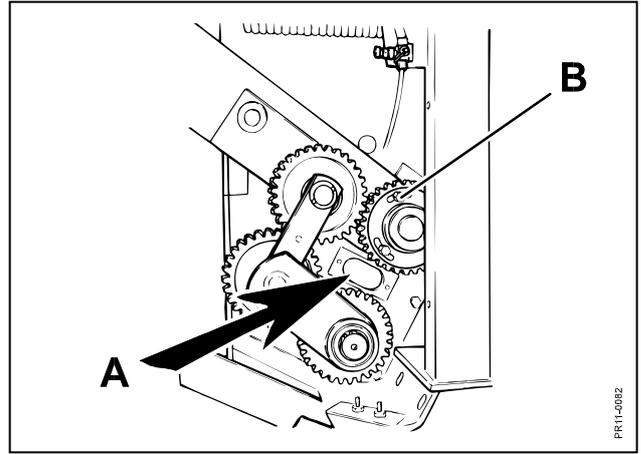

Fig. 3-27
- Fig. 3-27** Die Synchronisierung kann durch das Schauloch **A** zwischen den Walzen kontrolliert werden. Bei Nacheinstellung die 4 Bolzen **B** lösen und die Walze in rechte Position drehen. Die Bolzen mit 200 Nm (20 kgm) anziehen.